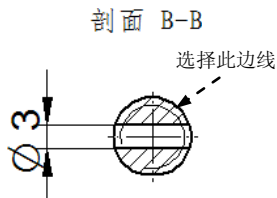
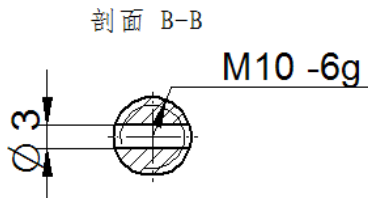

图 8.13.42 定义参照边
图 8.13.43 标注螺纹尺寸
(5) 标注螺纹尺寸 M10。单击“前缀”按钮，在 **后缀 (U):** 文本框中输入“-6g”，单击 **确定** 按钮。然后选择图 8.13.42 所示的边线，标注结果如图 8.13.43 所示。